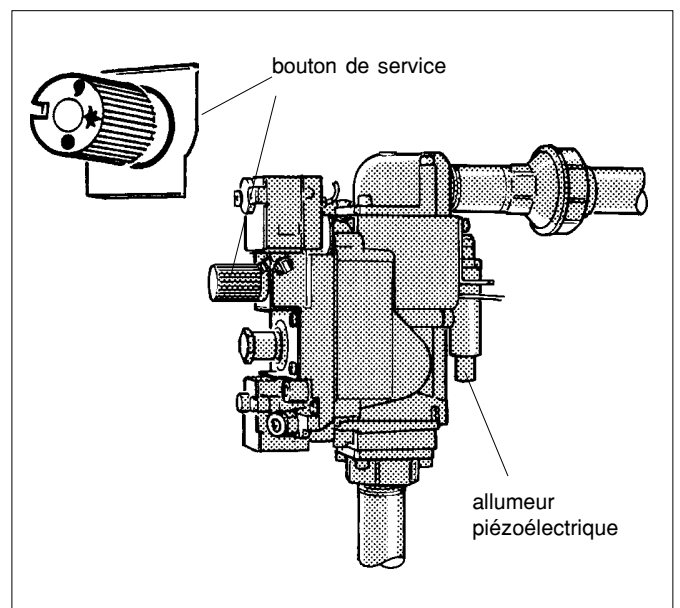

Fig. 3
- Appuyer sur le bouton de service du bloc gaz du brûleur et le maintenir enfoncé. En même temps, appuyer plusieurs fois sur l'allumeur piézoélectrique (fig. 3). L'étincelle ainsi provoquée allume la veilleuse. Relâcher le bouton de service après environ 1/2 minute et vérifier que la veilleuse est bien allumée.
- Tourner, en appuyant légèrement, le bouton de service sur le symbole "flamme" (fig. 3).